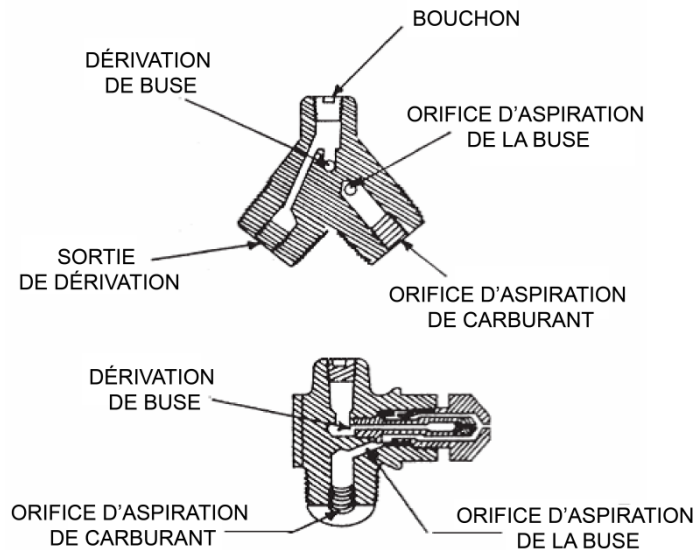

Figure 4-4. Tête de pulvérisation de carburant
- 4.19** La buse de carburant se visse à un porte-buse – cette combinaison étant connue sous le nom de tête de pulvérisation de carburant. Le carburant provenant de la conduite d'entrée pénètre dans la chambre d'alimentation de la buse à travers une crépine (*voir figure 4-4*), puis circule dans les fentes de la tête interne à travers lesquelles il donne un mouvement tourbillonnaire au carburant pour qu'il se pulvérise partiellement à son entrée dans la chambre de rotation. La pulvérisation prend fin lorsque le carburant est pulvérisé à travers l'orifice de décharge dans la chambre de combustion. Une partie du carburant est également forcée dans une chambre de dérivation qui conduit au passage de la sortie de dérivation du porte-buse. Un clapet anti-retour relié entre la conduite de sortie et la conduite de carburant de dérivation empêche un écoulement inverse du carburant vers la buse à partir de la conduite de dérivation. Le carburant est déchargé de la buse à une pression continue fixe et une flamme fixe continue est obtenue. Un changement de sortie de chaleur est obtenu en faisant varier la pression de carburant déchargé de la buse. Ceci est accompli indirectement en contrôlant la pression de carburant circulant dans la conduite de carburant de dérivation par l'action de la soupape de sélection de température.